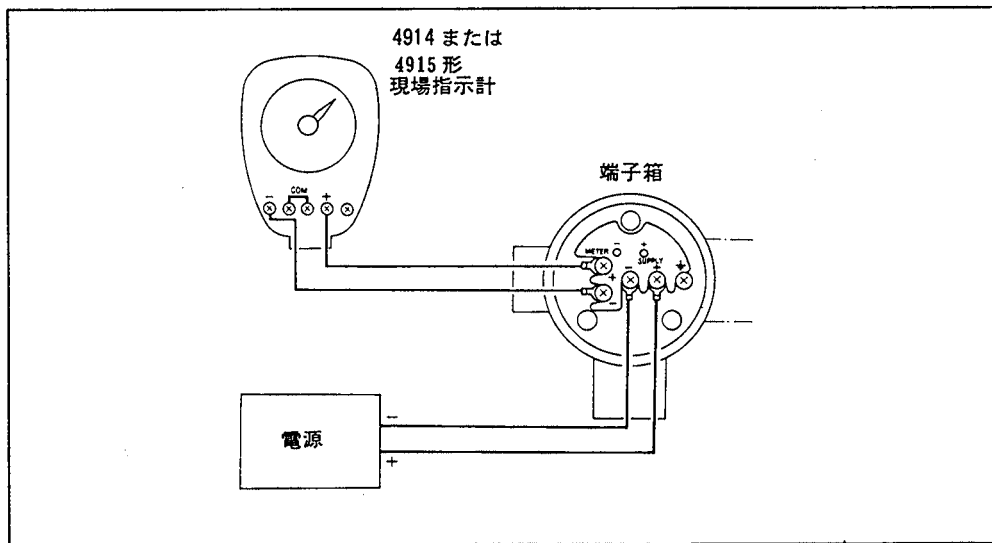

図 4.9 現場指示計の接続 (1)
- (3) メータ接続端子の+と-を短絡しているジャンパを取りはずし図4.9のように配線します。